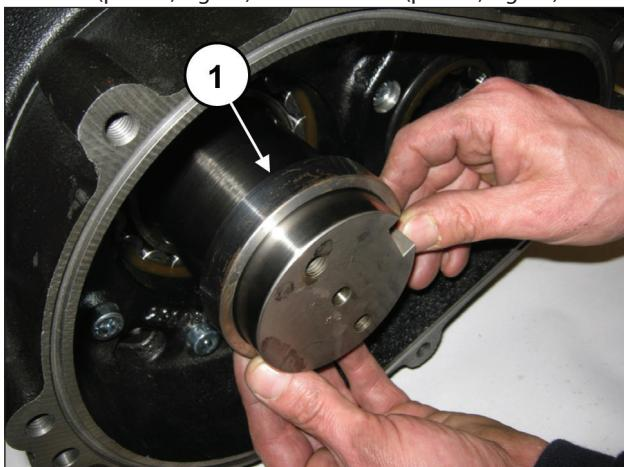
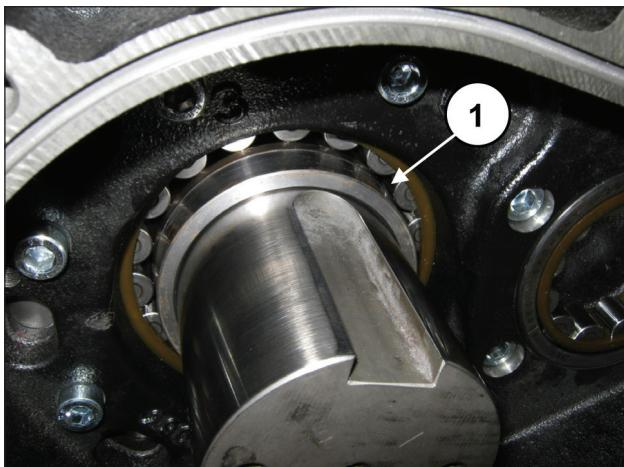

Fig. 74
Fig. 75
Ajustar los tornillos con la llave dinamométrica como se indica en el capítulo 3 CALIBRACIÓN DE AJUSTE DE LOS TORNILLOS. Introducir la anilla de apoyo de la corona en el codo del eje acodado (pos. ①, Fig. 74) hasta el fondo (pos. ①, Fig. 75).